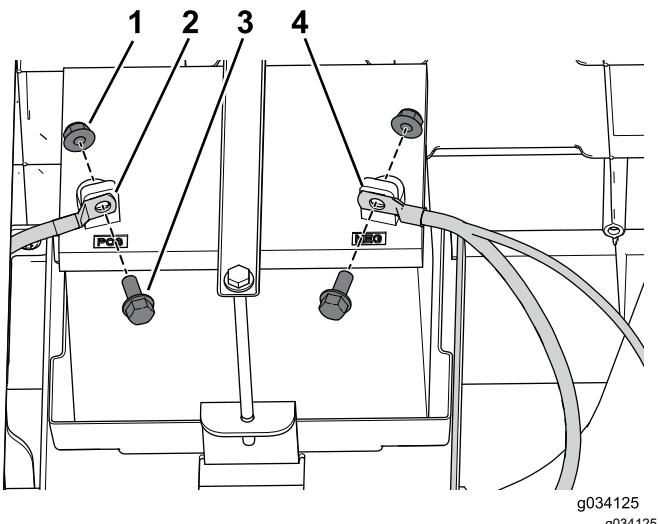

**Рисунок 9**
4. Выверните 6 винтов с головкой Torx (M6,0 x 22 мм) из левой боковой панели и снимите боковую панель (Рисунок 9).